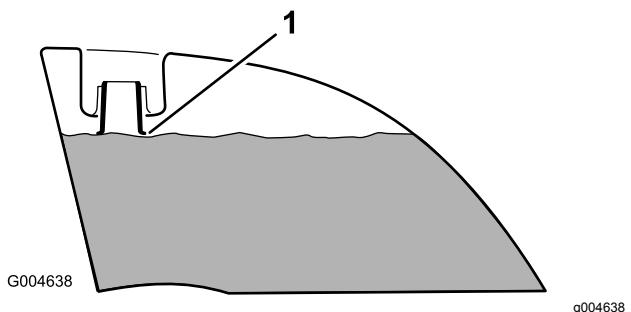

Figura 10
4. Añada combustible a ambos depósitos hasta que el nivel llegue al extremo inferior del cuello de llenado (Figura 10). **No llene demasiado los depósitos.**